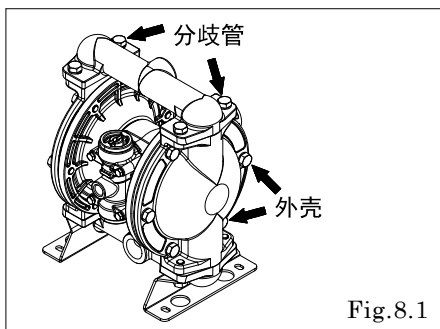

Fig.8.1
- 加固拧紧按照〈外壳〉〈分岐管〉的顺序进行。〈Fig.8.1〉